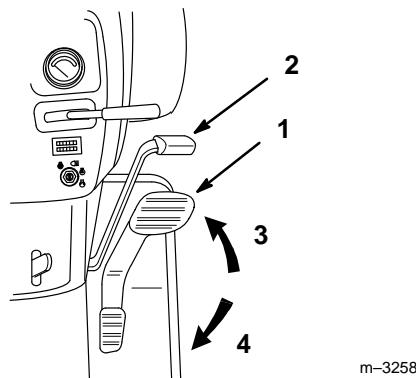

Abbildung 16
- Den Fuß auf das Radantriebspedal stellen und langsam den oberen Teil des Pedals heruntertreten, um vorwärts zu fahren, bzw. den unteren Teil des Pedals, um rückwärts zu fahren (Abb. 16). Je weiter das Pedal heruntergedrückt wird, desto schneller bewegt sich das Gerät in der entsprechenden Richtung.